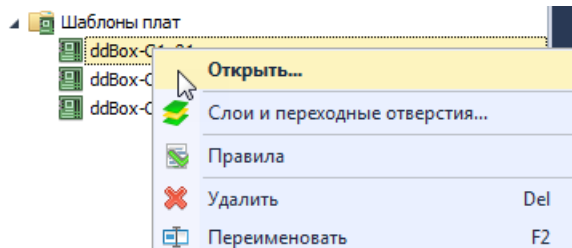

Рис. 135 Вызов редактора платы шаблона
2. Вызовите контекстное меню и выберите пункт «Открыть...», либо дважды кликните по названию шаблона, Рис. 135.